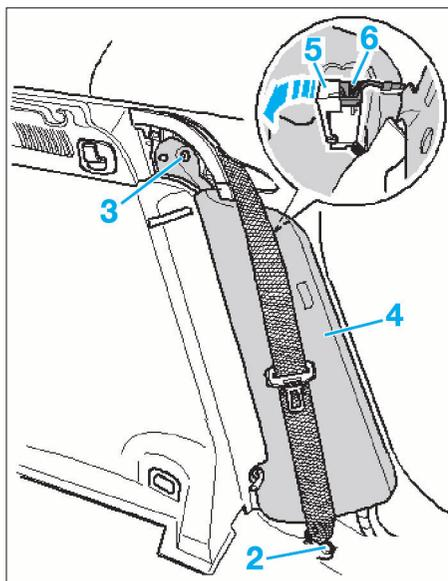

FIG. 18
- Déposer la vis (2) de ceinture de sécurité (Fig.18).